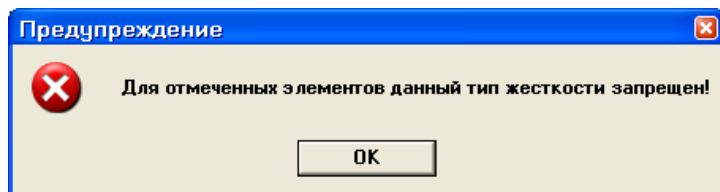

Рис.10.14. Диалоговое окно **Предупреждение**
- В появившемся диалоговом окне **Предупреждение** (рис.10.14) щелкните по кнопке **ОК** (это сообщение появляется из-за того, что кроме пластинчатых элементов на расчетной схеме выделились ещё и стержневые элементы, которым данный тип жесткости назначить нельзя).